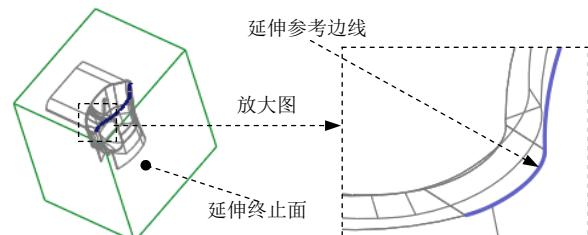
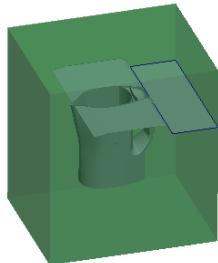

图 17.14 延伸参考边线
图 17.15 延伸曲面 3
- (1) 选取图 17.14 所示的复制曲面的边线。
- (2) 单击 **分型面** 功能选项卡 **编辑** ▾ 区域的 延伸 按钮，此时出现 **曲面延伸：曲面延伸** 操控板。
- (3) 选取延伸的终止面。在操控板中按下 按钮，选取图 17.14 所示的坯料表面为延伸的终止面。
- (4) 单击 按钮，完成延伸曲面的创建。
Step11. 创建图 17.15 所示的延伸曲面 3。